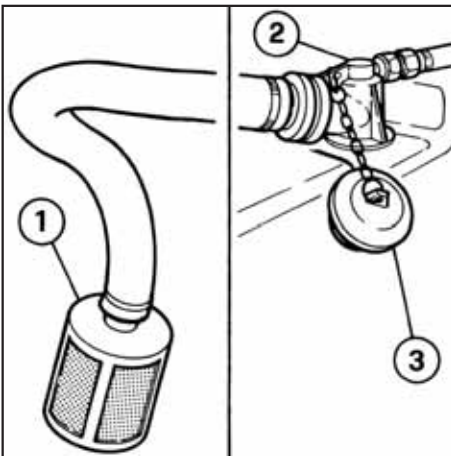

Fig. 15
Se il riempimento viene effettuato con idroeiettore antinquinamento (2 Fig. 15), occorre agire come segue:
- Togliere il tappo dall'imbocco dell'eiettore (3 Fig. 15).
- Disporre l'altra estremità del tubo, su cui è applicato il filtro, che deve essere del tipo antinquinamento (1 Fig. 15), nel canale o nel punto in cui si intende prelevare l'acqua.
Nelle macchine dotate di eiettori antinquinanti (2 Fig. 15) è possibile applicare il tubo aspirapolveri.